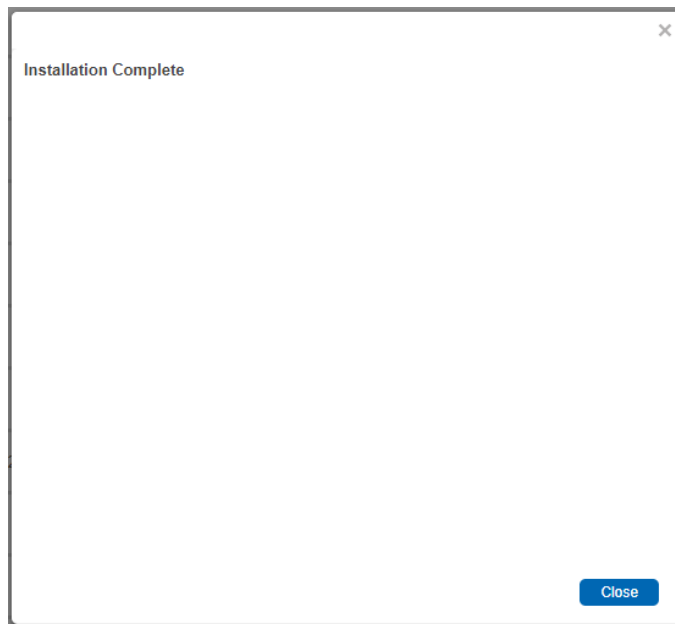

Figura 3.10: Ventana de Instalación Correcta.
3. Una vez hecho el anterior paso, debe aparecer una pantalla como la figura 3.10. Esto indica que la instalación se ha realizado correctamente. Dar click en *Close*